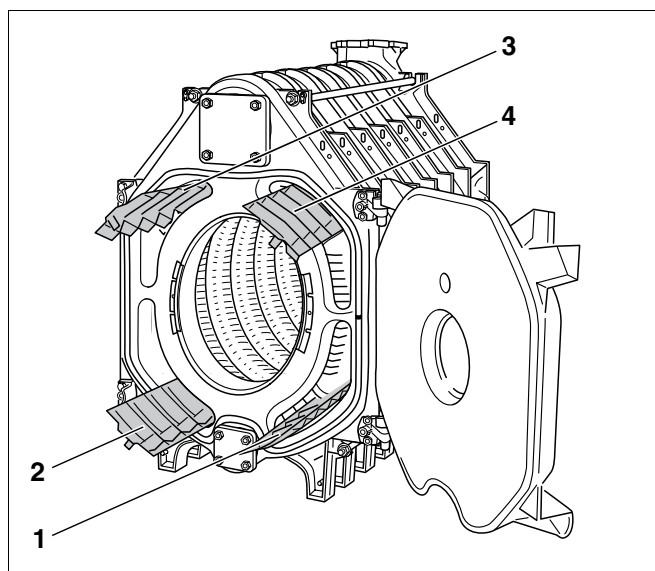

Fig. 34 Retardere
- Tag retarderne ud af kassen med beslag, og læg dem ind i gastrækkene i henhold til den påstøbte tekst (se også fig. 34 og nedenstående tabel).